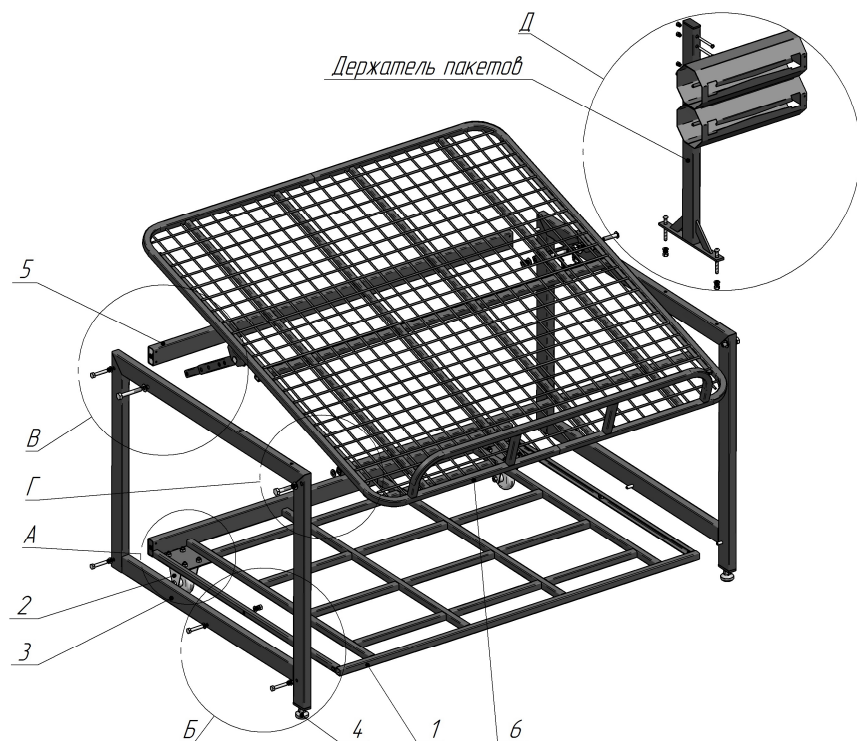
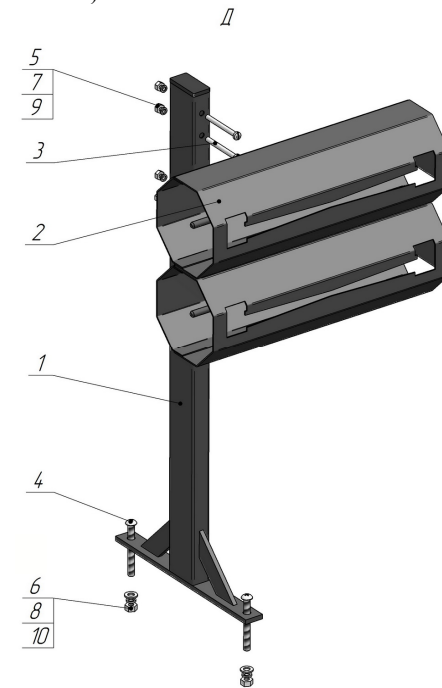

Рис. 2 – Схема сборки стола для овощей и держателя пакетов.
Рис. 8 – Сборка держателя пакетов.
- 7.9 При наличии в заказе, держатель пакетов собрать (см. рис. 8) с помощью крепежа поз. 3, 5, 6, 7 (см. табл. 2.2). На стол для овощей держатель пакетов крепится к боковине поз.3 слева или справа (см. рис. 2) с помощью крепежа поз. 4, 5, 6, 7 (см. табл. 2.2).